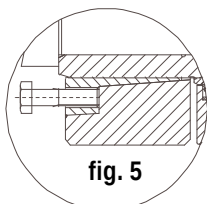

fig. 5
- Nel caso gli anelli del giunto non si separassero spontaneamente dopo avere allentato le viti, trasferirne alcune (n°2 viti a 180° oppure n° 4 viti a 90°) nei fori d'estrazione dell'anello interno (vedi fig. 5), avvitando le viti non più di un giro per volta, se n° 2 viti alternativamente, se n° 4 viti in senso circolare